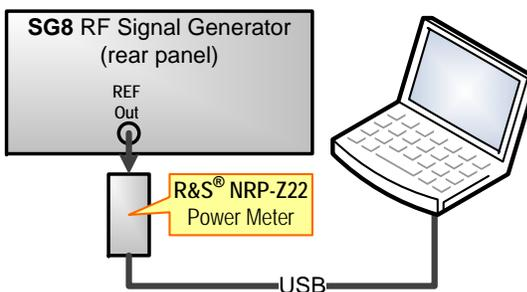

Рис. 8: Тест уровня сигнала REF Out
1. Соедините приборы, как показано на рис. 8.